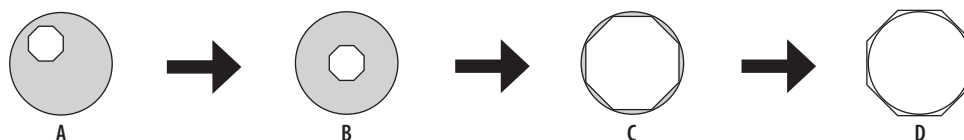

Рис. 9 Перемещение изображения ирисовой диафрагмы осветителя микроскопа
- 7** Вращением ручек сфокусируйте изображение ирисовой диафрагмы осветителя микроскопа (А на рис. 9).
- 9** Вставьте два центрирующих винта конденсора в резьбовые отверстия центровки конденсора и вращением двух центрирующих винтов конденсора переместите изображение ирисовой диафрагмы в центр поля зрения (В на рис. 9).
- 10** Постепенно открывайте ирисовую диафрагму осветителя микроскопа, добейтесь, чтобы ее изображение вписалось в поле зрения (С на рис. 9).
- 11** Приоткройте ирисовую диафрагму осветителя микроскопа настолько, чтобы она немного вышла за пределы поля зрения (D на рис. 9).